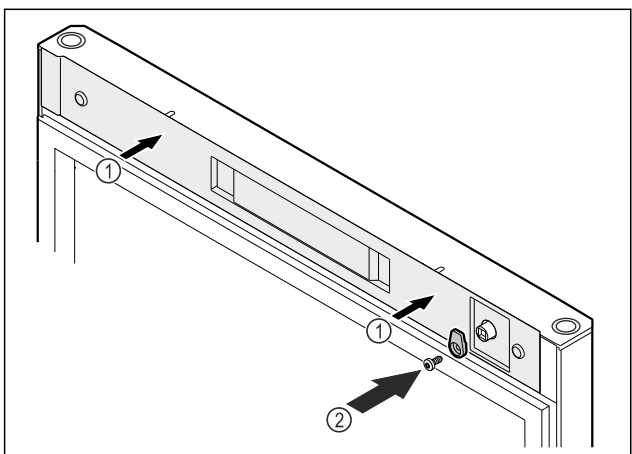

Fig. 54
- ▶ Namestite pokrov Fig. 54 (1).
- ▶ Privijte zapiralni zatič Fig. 54 (2).